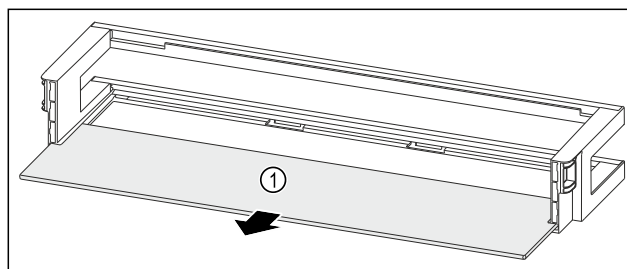

Fig. 91 Estantes en la contrapuerta con estante
- Retire el estante Fig. 91 (1).